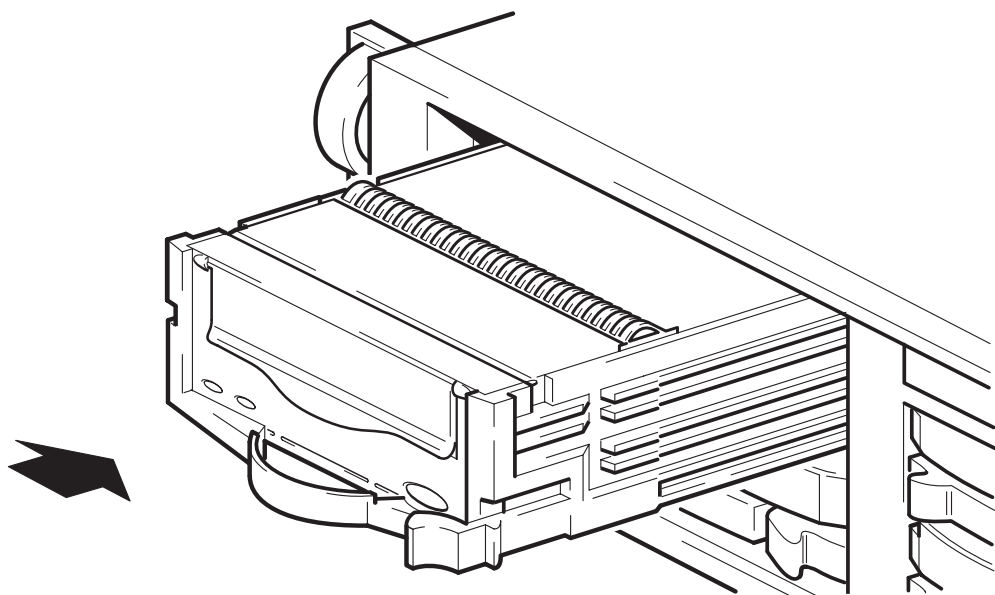

图 3b: 安装磁带机
- 3 将磁带机滑入打开的托架中，如图 3b 所示。您只需将磁带机滑入插槽，直到它固定在接口中，松开栓锁咬合就位。根据热插拔磁带机的 LED 确定磁带机的状态（请参见第 19 页的“您的 HP StorageWorks DAT 磁带机”）。